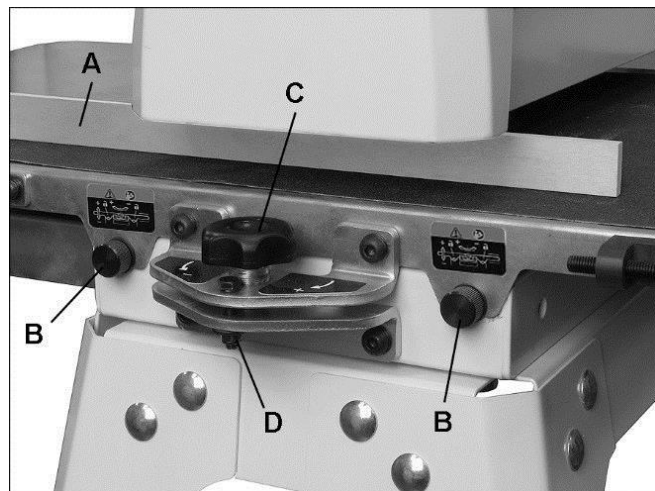

Рис. 8-3: выравнивание барабана.
3. Вставьте брусок (А, Рис. 8-3) между барабаном и настилом транспортера с внешней стороны барабана.
Ослабьте оба фиксатора стола перед настройкой выравнивания барабана (В, Рис. 8-3).
8. Поворачивайте ручку (С, Рис. 8-3), чтобы поднять или опустить внешний конец стола. Следуйте указателям направления, нанесенным на диск (+ для подъема, - для опускания).
3. Если в месте нахлеста шлифовальных проходов видна борозда, отрегулируйте стол с внешнего конца барабана, вращая регулировочную ручку (С, Рис. 8-3).
ПРИМЕЧАНИЕ: При обработке узкой заготовки (шириной менее 406 мм) выставьте транспортер в параллельное положение. Вращайте регулировочную ручку в противоположную сторону, пока она не коснется контргайки (D, Рис. 8-3). Контргайка осуществляет фиксацию стола в параллельном положении.